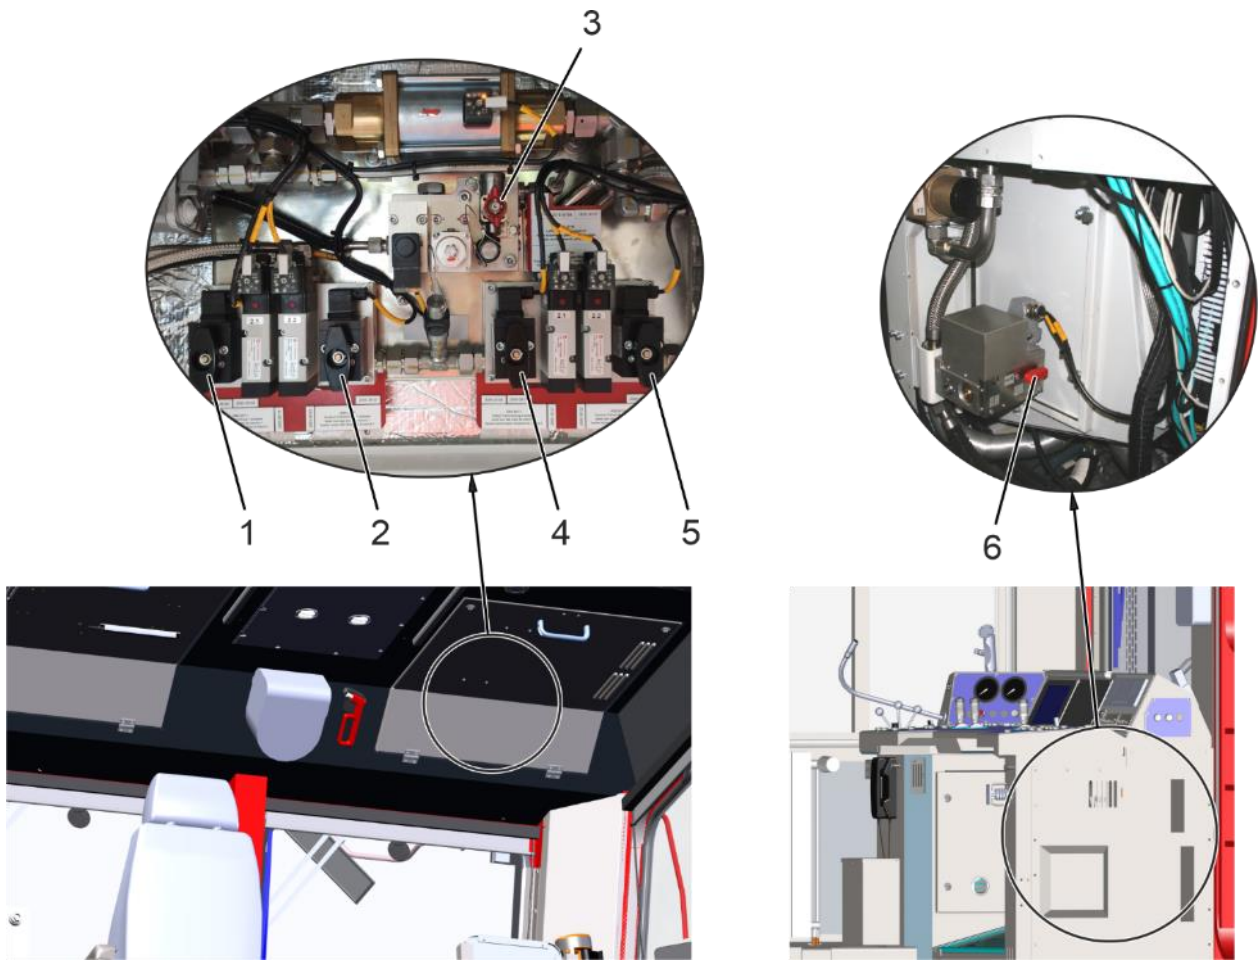

Abb. 106: Absperrhahnen im Führerraum
Die Absperrhahnen Tiefton Fahrtrichtung 1 (1), siehe Abb. 106, Hochton Fahrtrichtung 1 (2), Tiefton Fahrtrichtung 2 (4), Hochton Fahrtrichtung 2 (5), sowie der Absperrhahn für die Luftfederung der Sitze (3) befinden sich in den Zwischendecken auf der rechten Seite.